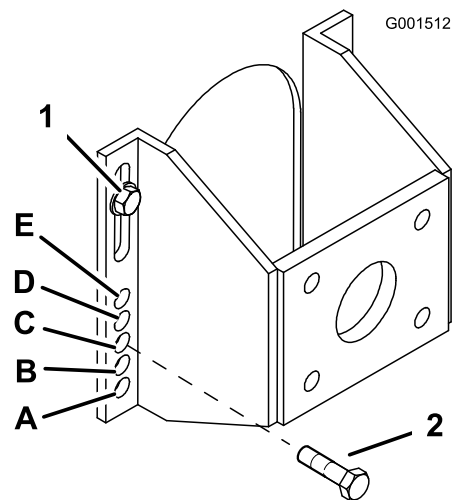

Bild 16
- Lösen Sie die zwei oberen Achsenschauben (nicht abnehmen) (Bild 16).
- Nehmen Sie die zwei unteren Achsenschauben ab (Bild 16).
- Heben Sie die Befestigungshalterung an oder senken sie ab, sodass Sie die zwei Achseneinstellschrauben in das gewünschte Loch setzen können (Bild 16). Mit einem abgeschrägten Stanzer können die Löcher ausgefluchtet werden.